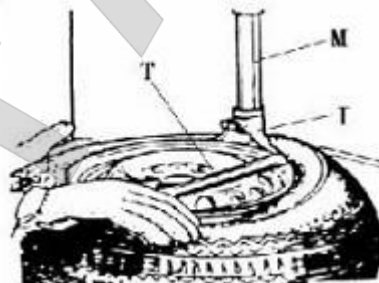

Рис. 6
Опустите вертикальную руку (M) так чтобы монтажная головка (I) оперлась на кромку обода. Зафиксируйте положение вертикальной руки (M) и горизонтальной руки с помощью кнопки (K). Убедитесь, что расстояние между монтажной головкой и краем обода составляет 2-3 мм. Вставьте монтировку (T) между бортом шины и передней частью монтажной головки (I) и переместите шину на монтажную головку как показано на рис. 6.